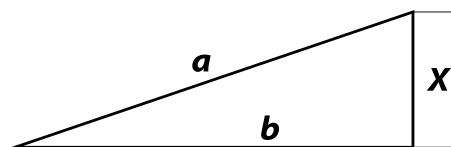

Рис. 3
Косвенные измерения по теореме Пифагора (Рис. 3, 4, 5, 6)
1. Рассчитывается вторая сторона, для чего находится гипотенуза и первая сторона (Рис. 3). Чтобы перейти в режим косвенных измерений по теореме Пифагора, три раза подряд нажмите кнопку (3). Появляется значок «треугольника» с мигающей гипотенузой. Для измерения длины гипотенузы «*A*» нажмите кнопку (1). Чтобы измерить длину первой стороны «*B*», еще раз нажмите кнопку (1). После чего устройство рассчитывает длину второй стороны «*X*».